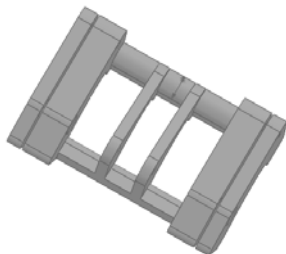

图 8-40 修改后的模型 2
(4) 单击“特征”工具栏中的 (Instant3D) 按钮，退出 Instant3D 特征操作，修改后的模型如图 8-40 所示。